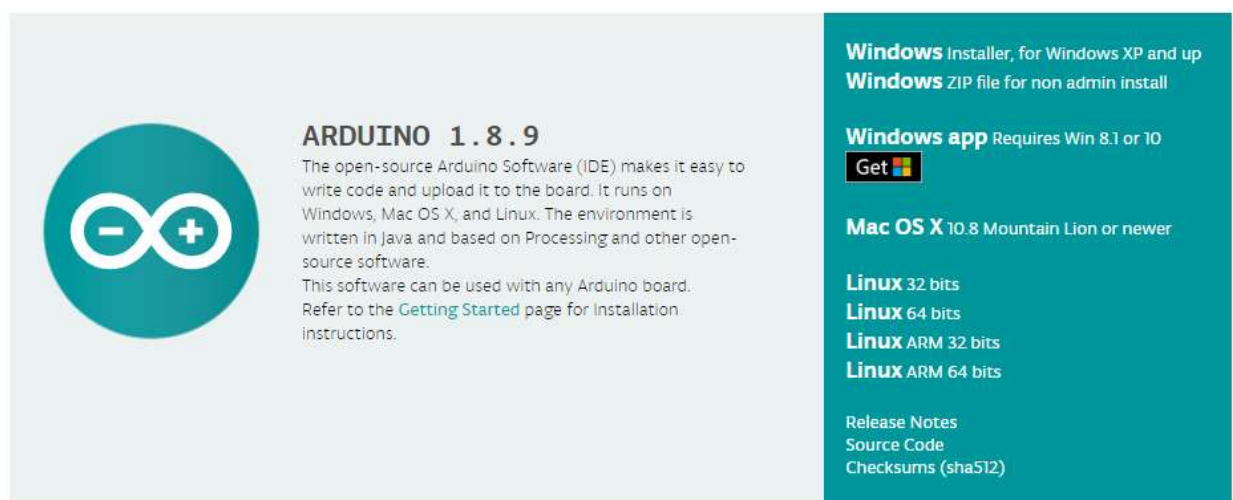

Рис.1.4 – Завантаження середовища розробки
Щоб почати використовувати Arduino IDE, треба зайти на сайт <https://www.arduino.cc>, перейти на вкладку SOFTWARE > DOWNLOADS та завантажити середовище розробки Arduino (рис.1.4).
- Тепер можна працювати та завантажувати скетчі в Arduino (рис.1.4).